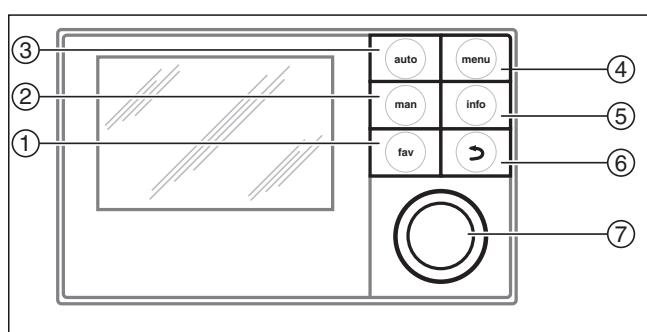

Bild 38 Bedieneinheit RC300
- ▶ Taste **menu** (→ Bild 38, [4]) gedrückt halten, um das **Servicemenü** zu öffnen.
- ▶ Auswahlknopf (→ Bild 38, [7], Seite 24) nach rechts drehen, bis **Diagnose** markiert ist.